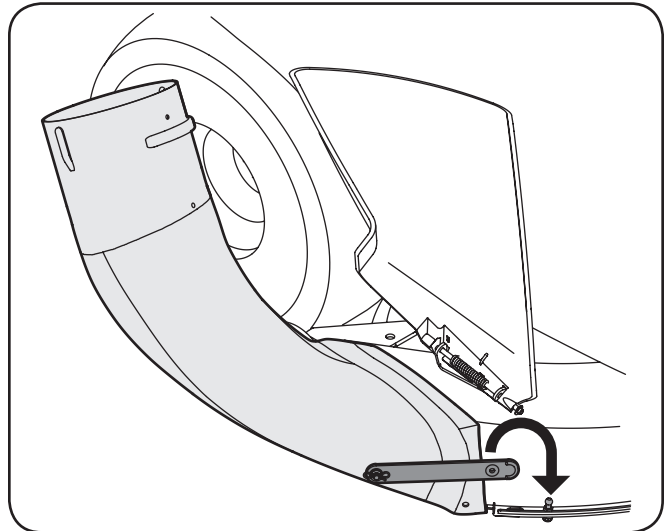

Figura 4-22
12. Asegure el codo del canal a la plataforma del tractor enganchando la tira del canal en el pasador esférico instalado anteriormente en la plataforma. Vea la Figura 4-22.